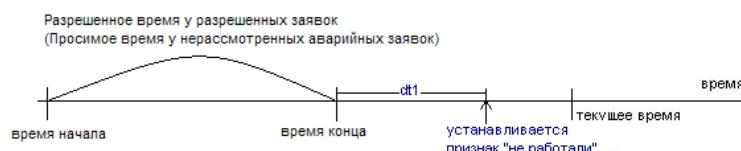

Рисунок 7.57 – Расчет признака «не работали»
- нерассмотренным аварийным заявкам, у которых прошло заданное настройкой dt1 количество часов после конца просимого времени (Рисунок 7.57).